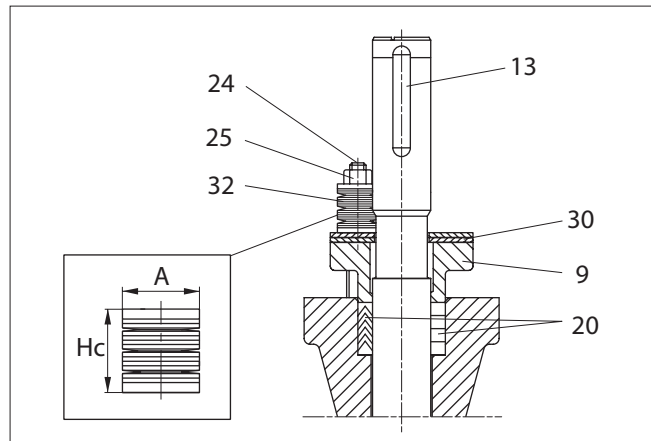
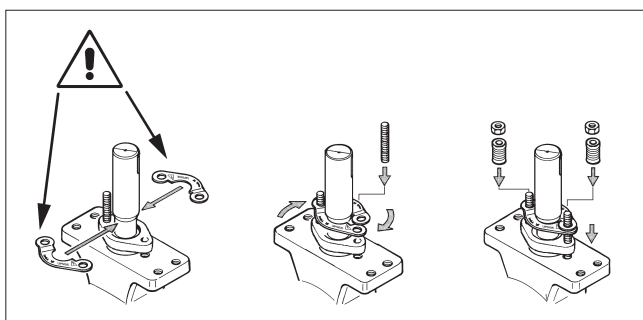

Fig. 14 Garniture de presse-étoupe, série FL
Fig. 15 Installation des plaques d'arrêt
L'étanchéité des garnitures de presse-étoupe est assurée par le contact entre le fouloir et les bagues de garniture. Cf. Fig. 14.
- Déposez la clavette (13).
- Retirez les écrous hexagonaux (25), les sets de ressorts à disque (32), un goujon (24), les plaques d'arrêt (30) et le fouloir (9).
- Retirez les bagues de garniture (20) autour de l'axe à l'aide d'un couteau ou d'un outil pointu, en prenant soin de ne pas érafler les surfaces.
- Installez les bagues de garniture (20) neuves par-dessus l'axe (11). Vous pouvez utiliser le fouloir pour enfoncer les bagues dans le logement des joints. Attention à ne pas endommager les bagues de garniture contre la rainure de l'axe. Cf. Fig. 14.
- Déformez les bagues de garniture d'abord en serrant les écrous du presse-étoupe (25) sans les ressorts à disque au couple Tt ; cf. Tableau 3.
- Retirez les écrous du presse-étoupe et un goujon. Montez les plaques d'arrêt (30) avec la mention « UPSIDE » sur le dessus, cf. Fig. 15, ainsi que le goujon précédemment retiré, puis placez les sets de ressorts à disque (32) sur les goujons du presse-étoupe. Serrez les écrous (25) de façon à comprimer les ressorts à disque jusqu'à la hauteur Hc ; cf. Tableau 3. Bloquez les écrous avec un frein filet type Loctite 221.